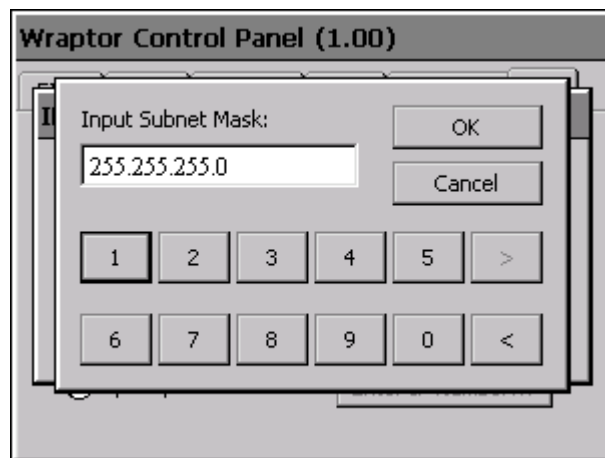

Figura 25. Teclado del Número IP.
- Presione el botón **Introducir** para visualizar el teclado (*Figura 25*).